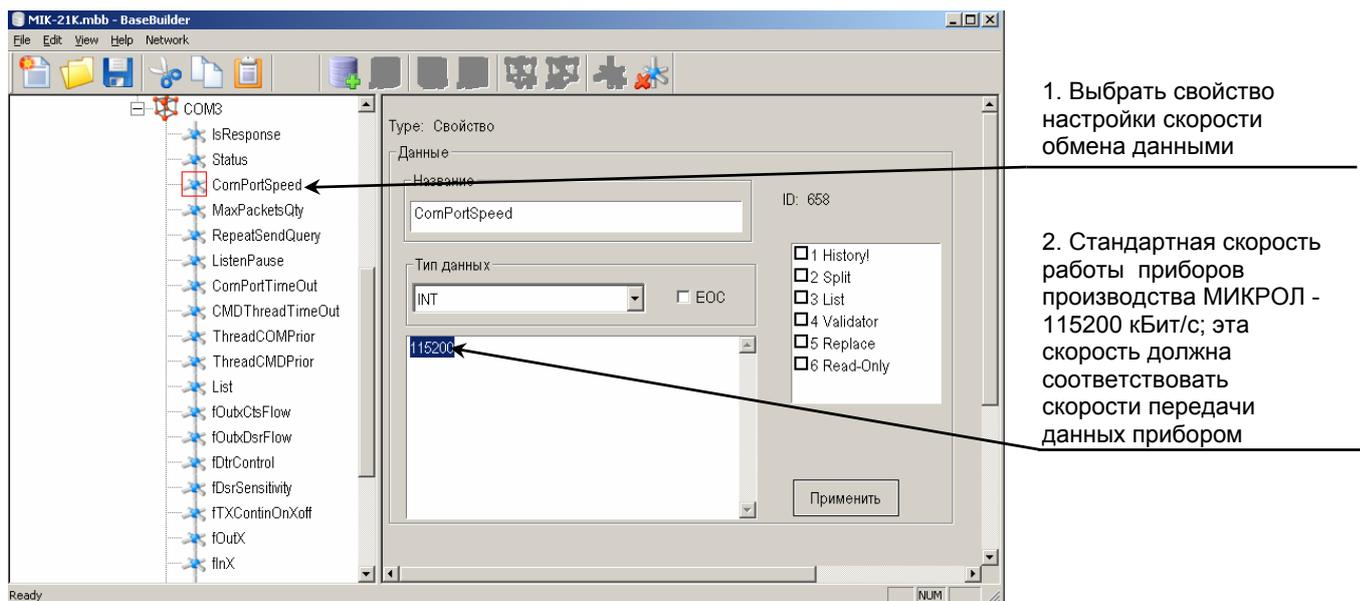

Рисунок 5.23 – Настройка скорости обмена данными
3. В свойстве «ComPortSpeed» нужно указать скорость данного COM-порта (рисунок 5.23).